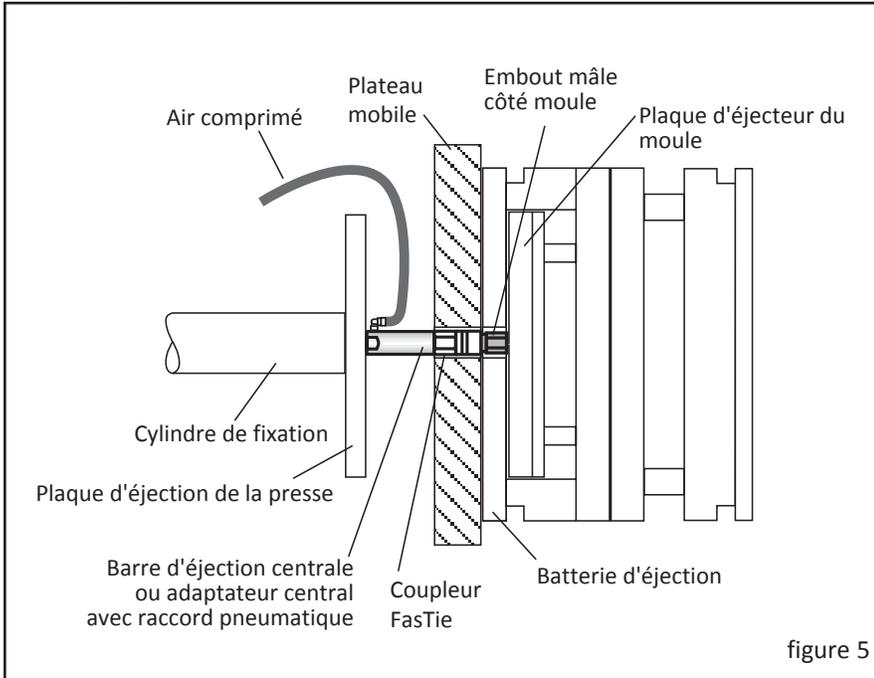

figure 5
1. Installez l'embout mâle sur la plaque d'éjection du moule d'éjection comme sur la figure 5. Utilisez du frein filet sur les filetages afin d'éviter tout mouvement pendant l'utilisation.